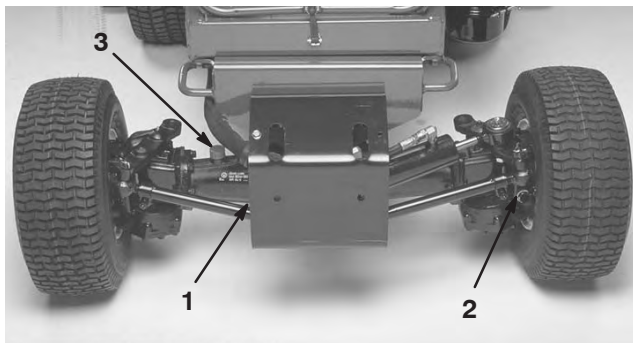

Figure 27
2. Retirez les bouchons de contrôle du pont et vérifiez que le lubrifiant atteint bien la base de chaque trou. Si le niveau est bas, retirez les bouchons de remplissage et ajoutez suffisamment de lubrifiant pour rectifier le niveau (Fig. 27).